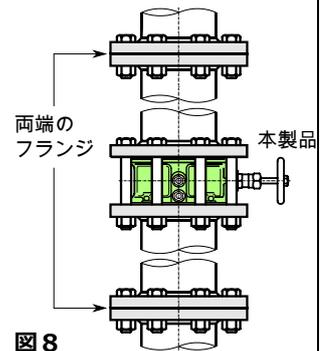

図8
- ⑥ 上記のフランジ芯出しが困難な場合、両端のフランジをいったん緩め、本製品を先に本締めしてください。(図8)
- ⑦ 本製品や配管に強い力を加えたり、物を当てたり、衝撃を加えないでください。変形・損傷した場合、漏れや作動不良が発生する恐れがあります。